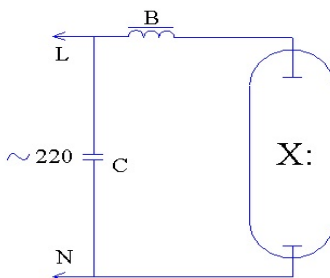

Рис. 3. Схема электрических соединений компенсированная.
- 4.4 Схемы электрических соединений приведены на рис. 3